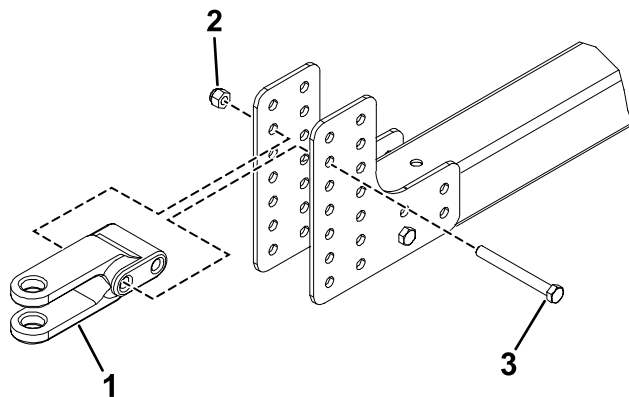

Figura 4
7. Montate l'attacco del rimorchio sulle piastre del timone di traino utilizzando 2 bulloni e 2 dadi di bloccaggio (Figura 4).